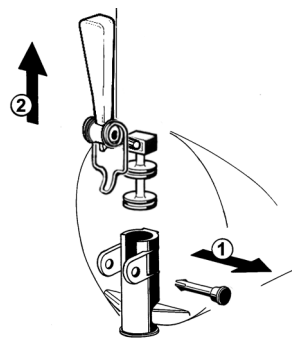

figure 9
- 3 Remonter le robinet sur le réservoir en suivant la séquence effectuée pour le démontage en sens inverse (voir figure 9).